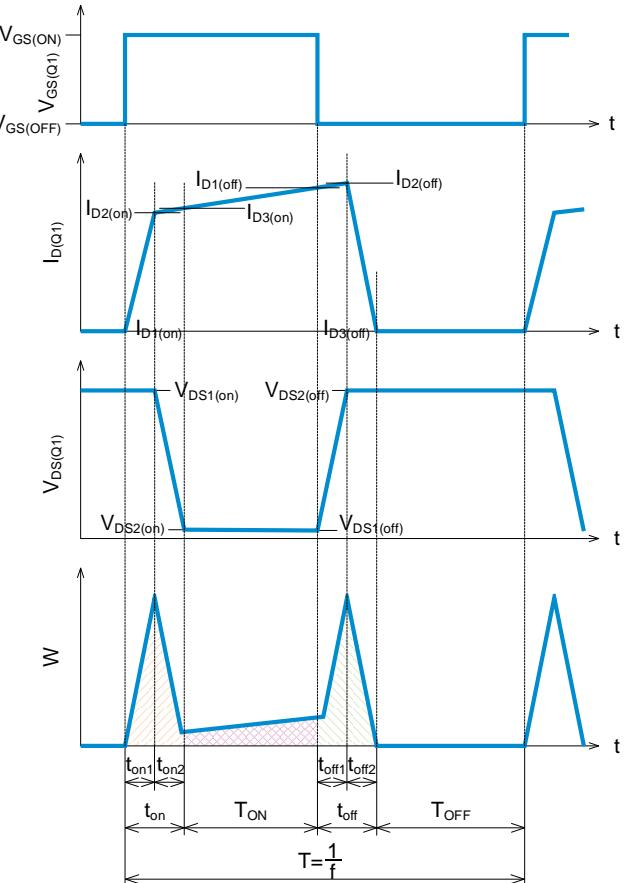

Figure 6. 损耗计算波形 (例)
在 Figure 1 的测试电路中，低侧 SiC MOSFET 产生的损失有开关损失和导通损失。理想的开关波形中，如 Figure 5 所示， $V_{DS(Q1)}$ 和 $I_{D(Q1)}$ 不会延迟，电压和电流会垂直变化。这种状态下不会产生多余的电压和电流，所以不会发生损失。实际上由于寄生电阻和寄生容量的影响会产生延迟，电压和电流波形会像 Figure 6 那样以 t_{on} 、 t_{off} 的倾斜变化。这个倾斜部分的电压和电流重叠的部分是开关损失。
根据 Figure 6 的波形，计算每个区间用 Q1 消耗的电力量。首先，在导通 t_{on} 及关断 t_{off} 时间（开关时间）中消耗的电力量 W_{SW} 可以近似于式 (1)。
接着计算导通时消耗的功率。因为 Figure 6 在 TON 的区间 Q1 导通，所以 V_{DS} 成为 Q1 的导通电阻和 I_D 的积。导通电阻的值参照数据表。功率 W_{ON} 可通过式 (2) 近似。
接下来是 Q1 关断时的功率。Figure 6 是 T_{OFF} 的区间，Q1 OFF 时 I_D 变为零，功率 W_{OFF} 变为零（式 3）。